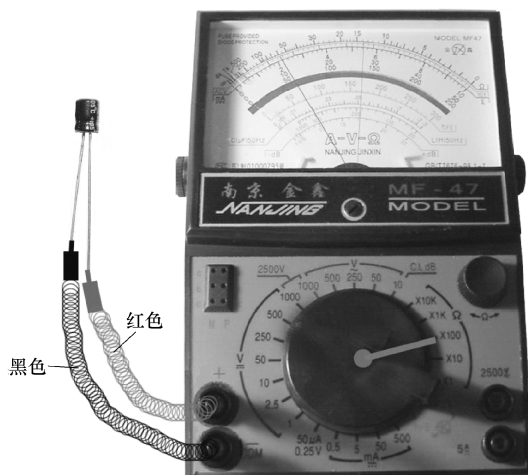

图 2-14 电解电容反向漏电阻的检测
2) 电解电容反向漏电阻的检测:如图 2-14 所示,将红、黑表笔对调(即将万用表红表笔接正极,黑表笔接负极),万用表指针将重复上述摆动现象。但此时测得的阻值为电解电容的反向漏电阻,此值略小于正向漏电阻(即反向漏电流比正向漏电流要大)。在测试中,若正向、反向均无充电的现象(即表针不动),则表明容量消失或内部断路;若所测阻值很小或为零,则表明电容漏电大或已击穿损坏。